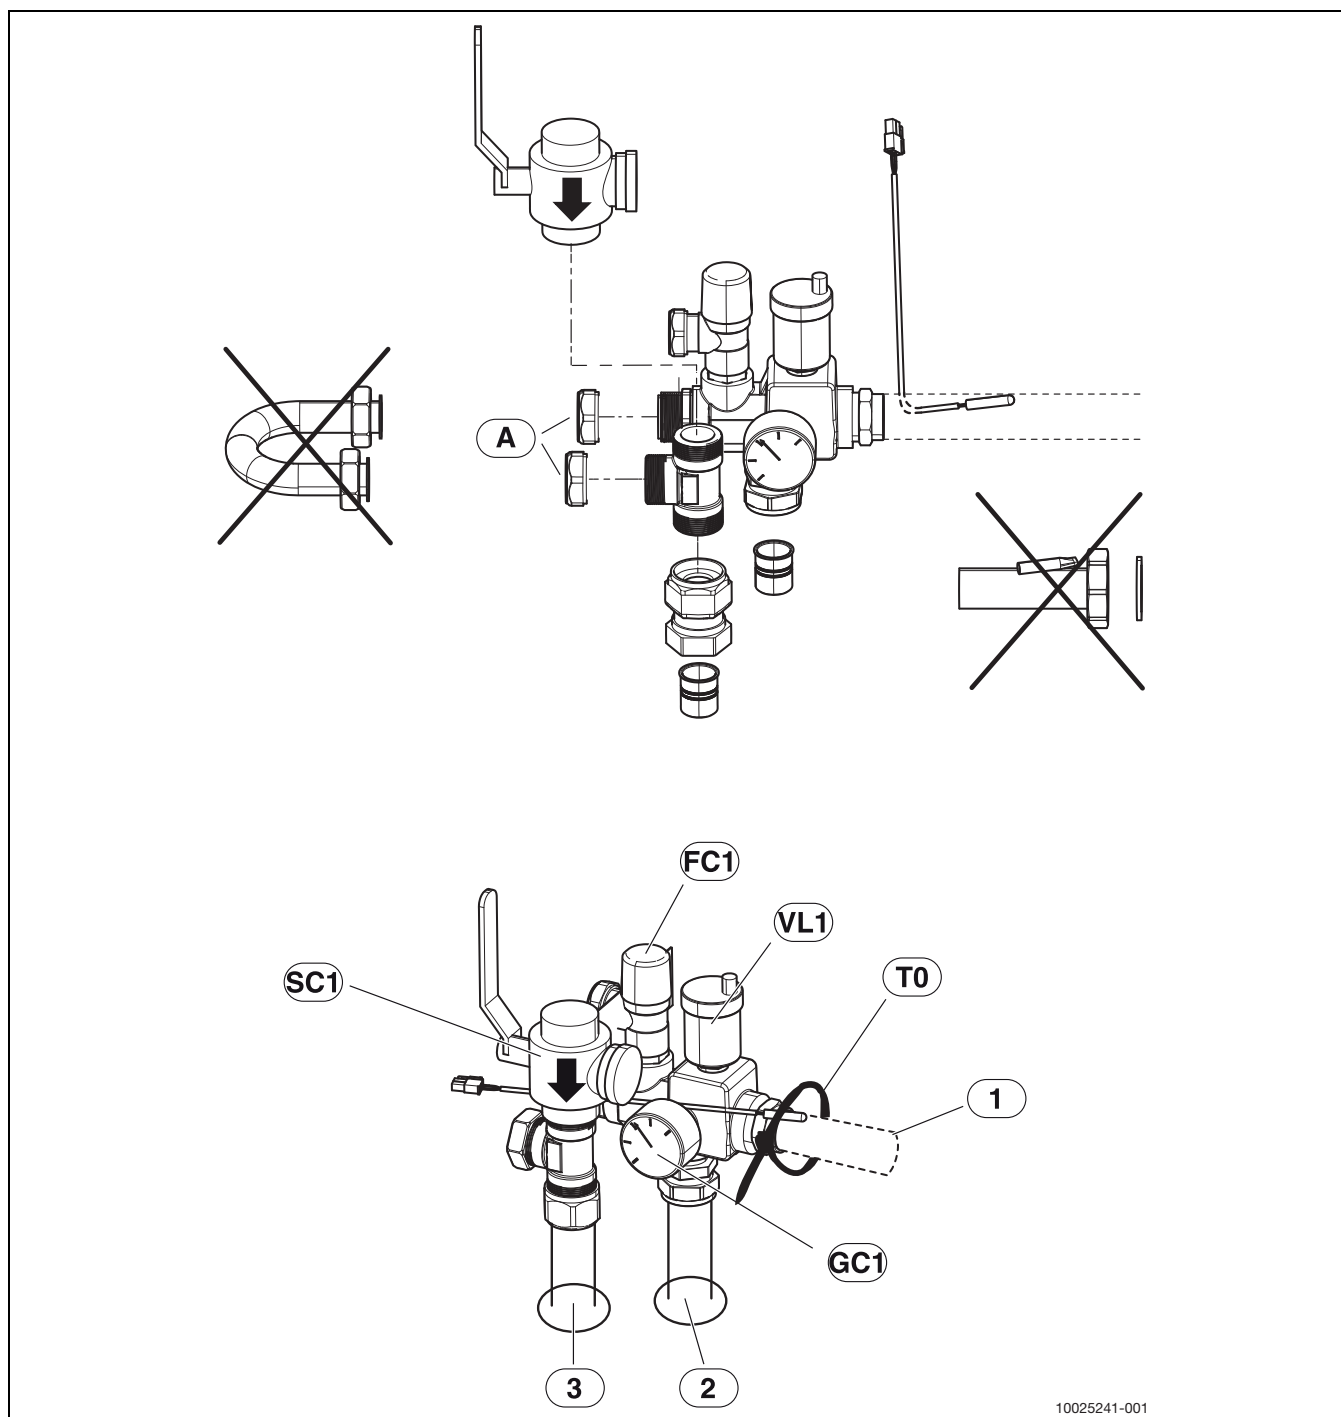

Fig. 7 Monteret sikkerhetsgruppe, uten bypass, er mulig med en direkte tilkoblet varmekrets
- ▶ Monter først partikkelfilter ([SC1], fig. 7) på T-stykke.
- ▶ Før turtemperaturføleren inn i følerlommen ([T0], fig. 7) og fest den med kabelstrips.